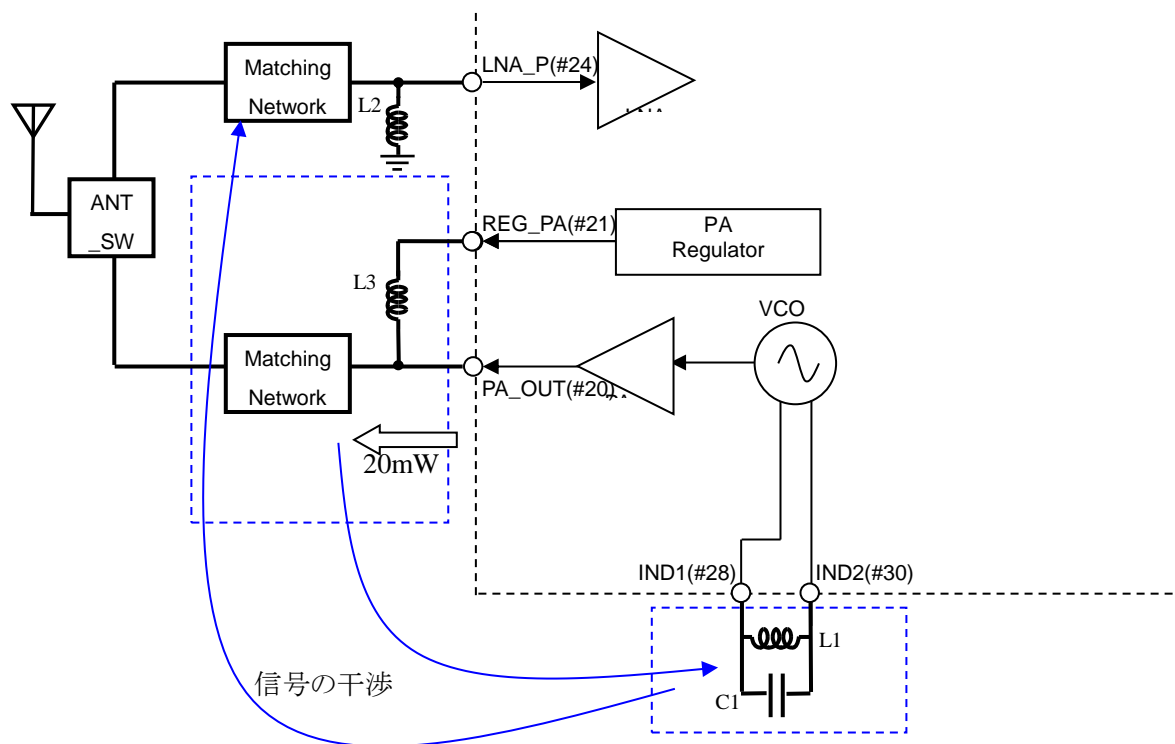

図 4.2.1 VCO タンク回路構成時の注意
2. 図 4.2.1 に示すように PA_OUT(#20)端子より 20mW を超える RF 信号が出力されます。この信号が L1,C1 に混入すると PLL のロック外れが起こることがあります。また、受信時には VCO タンクから放出された信号が LNA_P(24)端子へ混入することがあり、受信特性に影響を及ぼすことがあります。これらの影響を回避するために次のような対策をしてください。